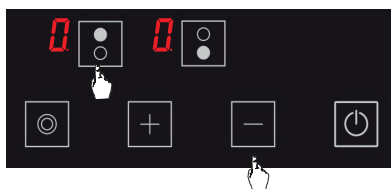

Figure 14
1. Appuyez sur la touche de sélection de plaque de cuisson supérieure (  ) et sur la touche moins (  ) simultanément, vous entendrez un court signal d'avertissement à ce moment-là. (voir Fig. 14) Puis, enlevez vos doigts du panneau de commande de la cuisinière.